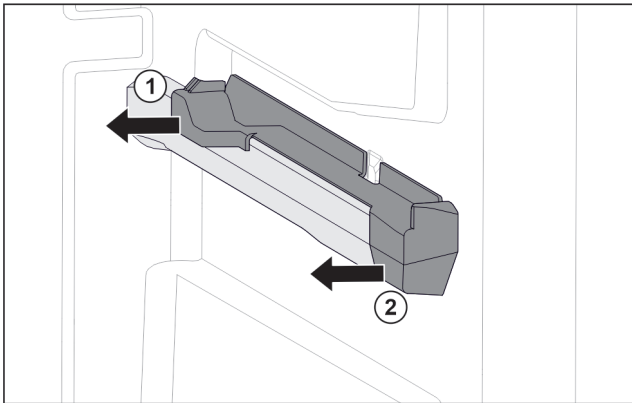

Fig. 55 Aufsteckteil auf der rechten Behälterrippe
- ▶ Aufsteckteil hinten zur Seite abziehen. Fig. 55 (1)
- ▶ Aufsteckteil vorne zur Seite abziehen. Fig. 55 (2)